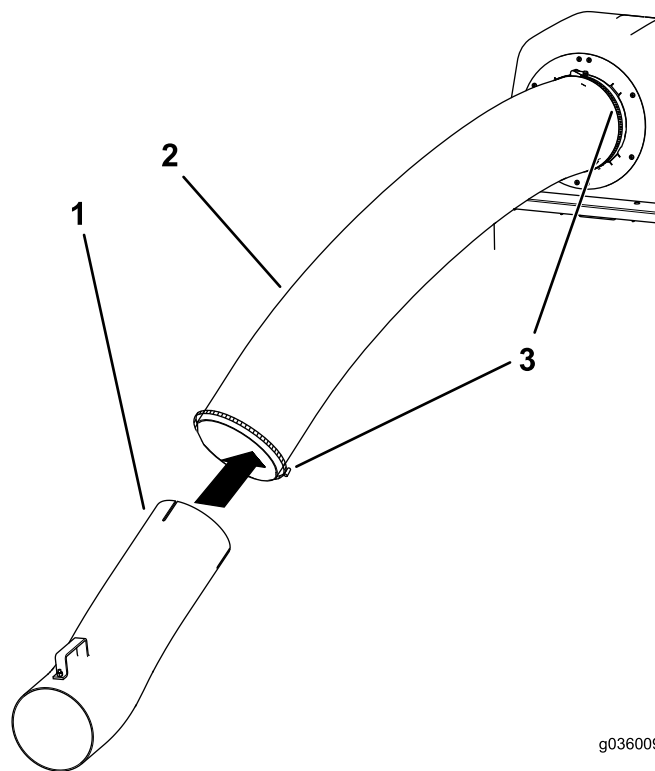

Figure 8
3. Montez le tube supérieur sur le tube courbe qui est déjà raccordé au capot du ventilateur, et fixez les tubes avec un collier (Figure 8).
4. Insérez le tube inférieur dans le tube supérieur (Figure 8).